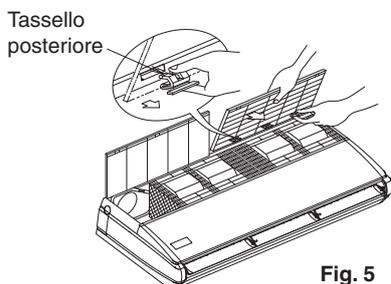

Fig. 5
- Tenendo aperta la griglia di aspirazione, afferrare il tassello sul retro della stessa e, contemporaneamente, tirare la griglia di aspirazione in avanti per rimuoverla. **(Fare riferimento alla Fig. 5)**